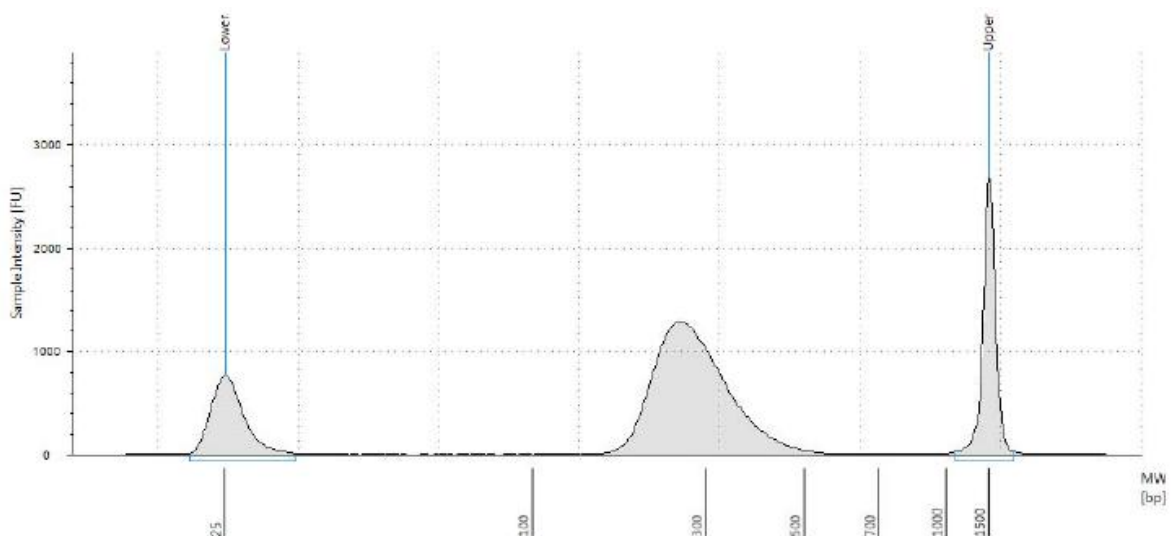

図 9 増幅されたアダプタ付き cDNA ライブラリの D1000 ScreenTape による泳動図
5. 結果をチェックします。図 9 の泳動図のような分布が得られ、およそ 200-600 bp の位置にあるピークを積分して、ライブラリの濃度 (ng/ μ L) を測定します。